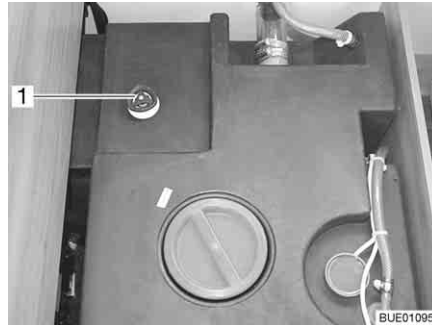

Fig. 205 Serbatoio dell'acqua con maniglia girevole
- Sul serbatoio dell'acqua, ruotare la maniglia girevole (Fig. 205,1) in senso orario fino all'arresto.
- Sul serbatoio dell'acqua, ruotare la maniglia girevole (Fig. 205,1) in senso antiorario fino all'arresto. L'acqua fuoriesce fino a 60 litri.